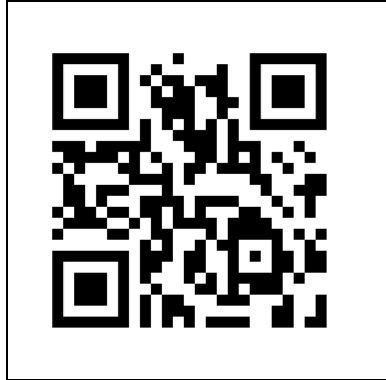

Figure 11
1. Scannez le code QR (figure 11) pour ouvrir la vidéo. Cette vidéo explique comment installer cet appareil.